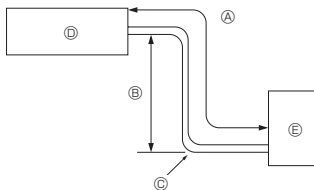

Fig. 2-1
2.1. Aukstumaģenāta caurule (Fig. 2-1)